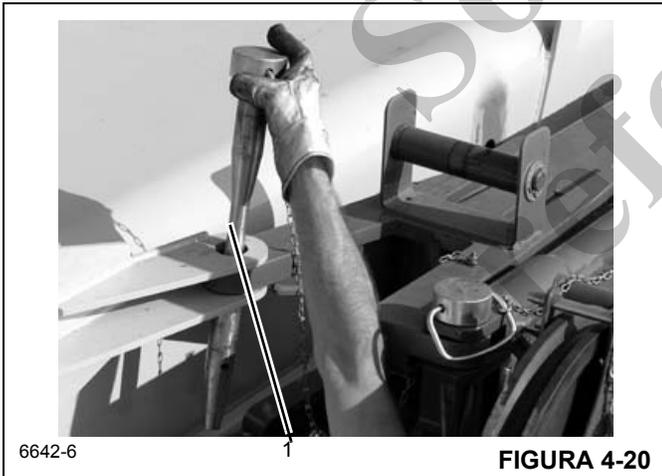

FIGURA 4-20
9. Retire el pasador de almacenamiento (1) (Figura 4-20).